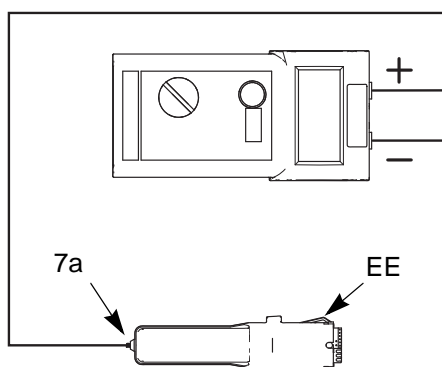

FIG. 15. Badanie rezystancji zasilacza
1. Zdemontować zasilacz (7). Patrz część **Demontaż i wymiana zasilacza**, stronie 33.
2. Odłączyć turbinę (8) od zasilacza. Patrz część **Wymontowanie i wymiana turbiny**, stronie 34.
3. Zmierzyć rezystancję od taśm uziemiających zasilacza (EE) do sprężyny (7a). Rezystancja pistoletów 85 kV powinna wynosić 130–160 MΩ. Patrz FIGURE 15.